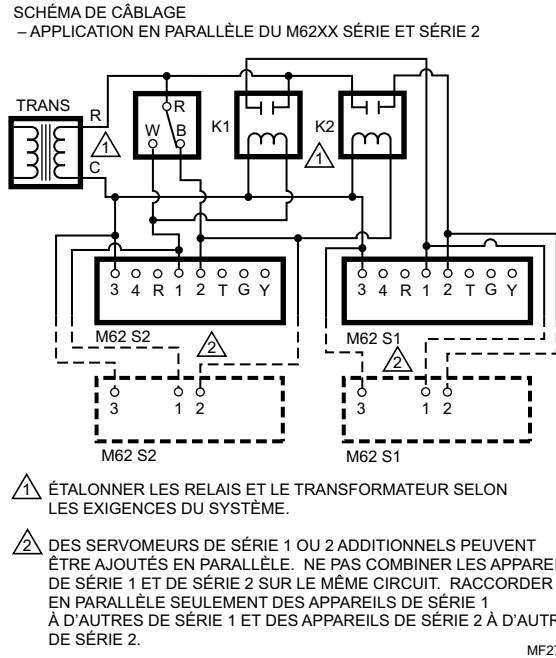

Fig. 9. Schéma de raccordement de l'interrupteur auxiliaire
5. Voir à la Fig. 6 le schéma de raccordement type et à la Fig. 9, le raccordement des interrupteurs auxiliaires internes.